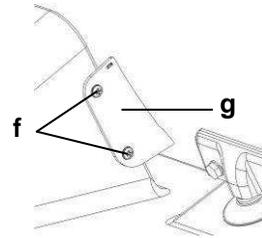

Abb. 11
- Lösen Sie die Schrauben (f) der Schutzvorrichtung (g) an der Rückseite des Gerätes mit einem geeigneten Schraubendreher und nehmen diese ab. (Abb. 11).